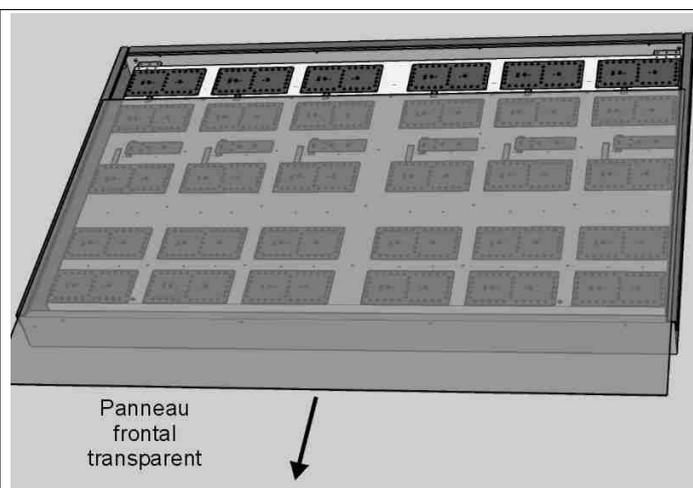

Fig. 13: Retrait du panneau frontal
3. Enlevez le panneau frontal transparent (Fig. 13).